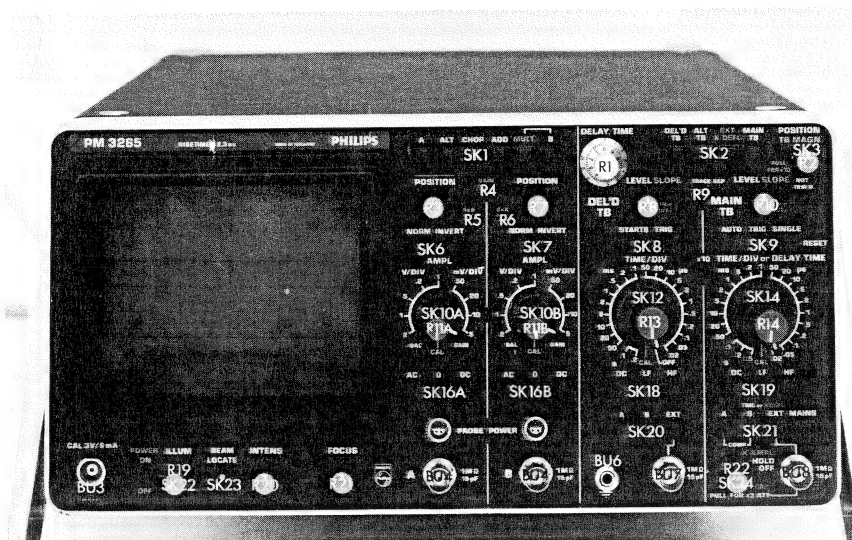

Abb. 2.3. Frontansicht des Gerätes
2.2.1. Bedienungsorgane und Buchsen (Abb. 2.3.)